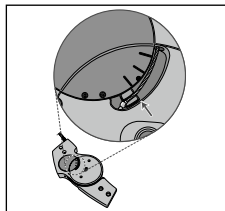

Abb. 5
3. Kontrollieren Sie dann, ob sich der Schlitten, an dem das Satellitenkabel eingehängt ist, an der unteren Markierungslinie der Funktionseinheit befindet (siehe Abb. 5).
12. Überprüfen Sie nochmals die Position des Schlittens (3. Modus) in der Funktionseinheit (siehe Abb. 5).